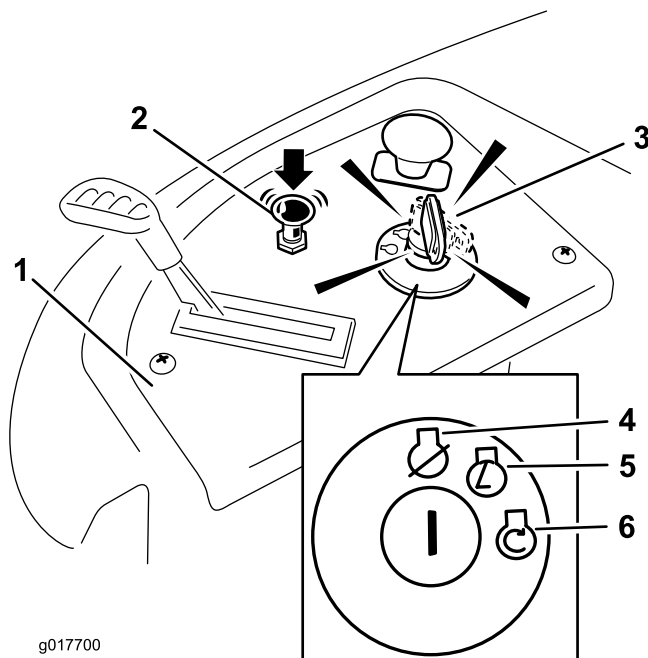

Figura 14
- 5. Gire la llave de contacto a Arranque para activar el motor de arranque. Cuando el motor arranque, suelte la llave (Figura 14).
- 6. Cuando el motor haya arrancado, empuje el control del estárter hacia abajo (Figura 14). Si el motor se cala o funciona irregularmente, tire hacia arriba del control del estárter y deje funcionar el motor durante unos segundos. Luego empuje el control del estárter hacia abajo. Repita este procedimiento tantas veces como sea necesario.
- Gire la llave de contacto a la posición de Desconectado (Figura 14) y retire la llave.